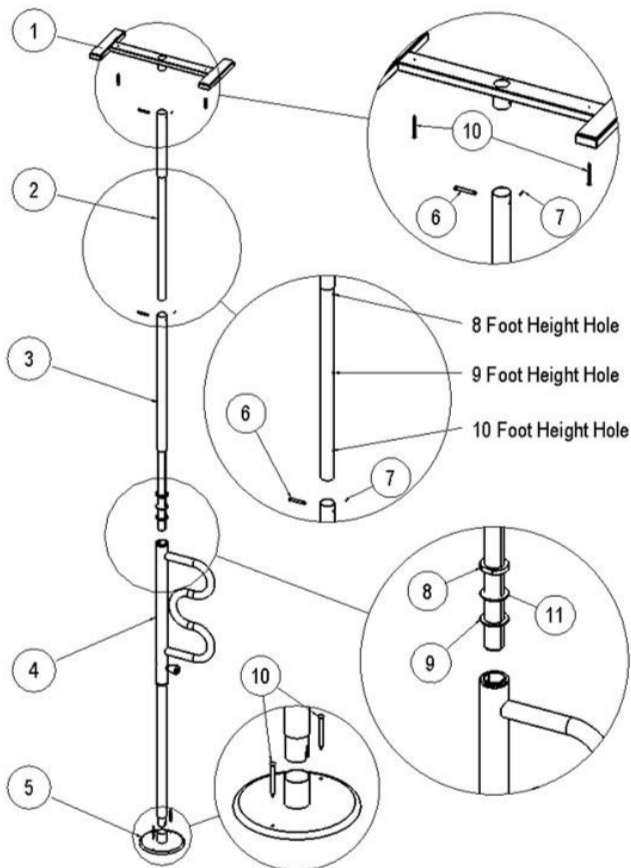
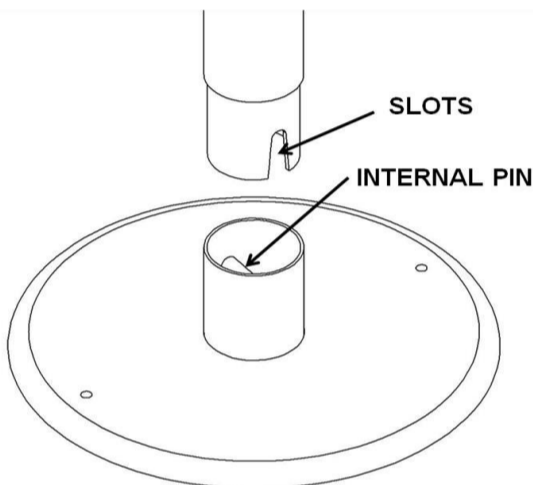

FIGURE 1
FIGURE 3
1. Sortez toutes les pièces de la boîte et posez-les sur une surface plane comme illustré à la figure 1.
4. Le tube de rallonge (ITEM-2) comporte 3 jeux de trous marqués «Trou de hauteur de 8 pieds», «Trou de hauteur de 9 pieds» et «Trou de hauteur de 10 pieds», comme illustré à la figure 1. Utilisez le trou de hauteur qui correspond à la hauteur du plafond de ce produit sera installé.
7. Fixez la plaque de base (ITEM-5) au tube de la poignée (ITEM-4), comme illustré à la figure 1, en alignant les fentes du tube de la poignée (ITEM-4) avec la goupille interne de la plaque de base (ITEM-5) afin les fentes chevauchent la broche interne pour empêcher la rotation, comme illustré à la figure 3.
REMARQUE: Assurez-vous que la rondelle en plastique (ITEM-11) est placée entre l'écrou de réglage (ITEM-8) et la rondelle (ITEM-9) comme indiqué sur la figure 1 avant d'insérer l'ITEM-3 dans l'ARTICLE 4.